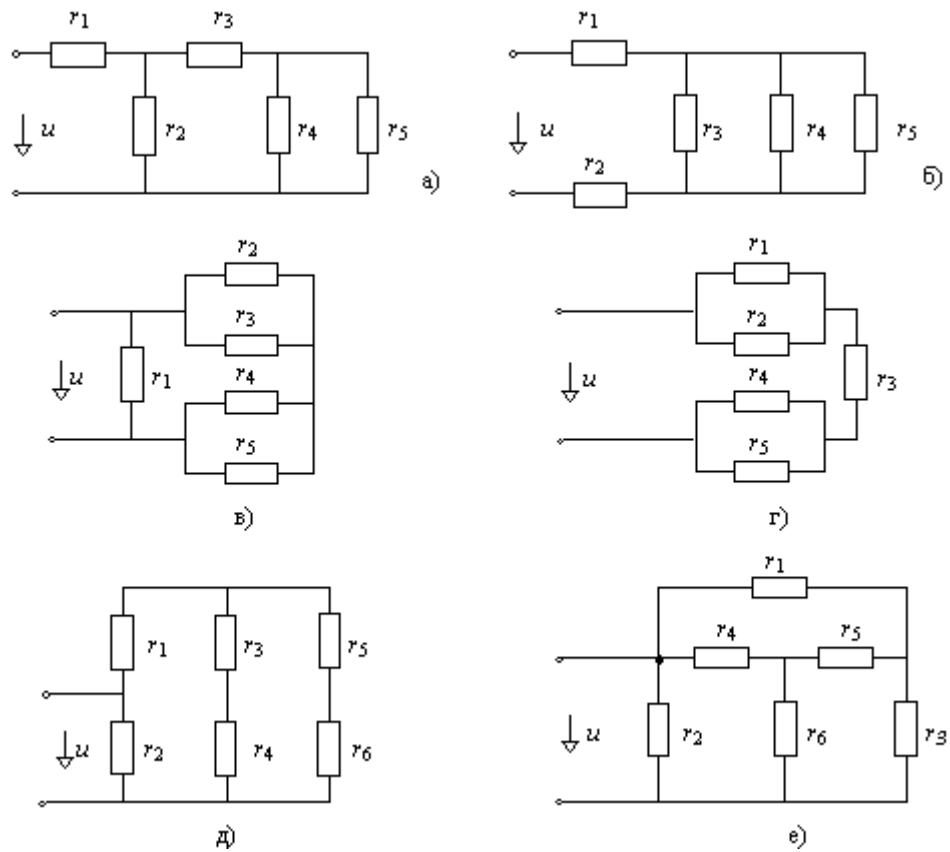
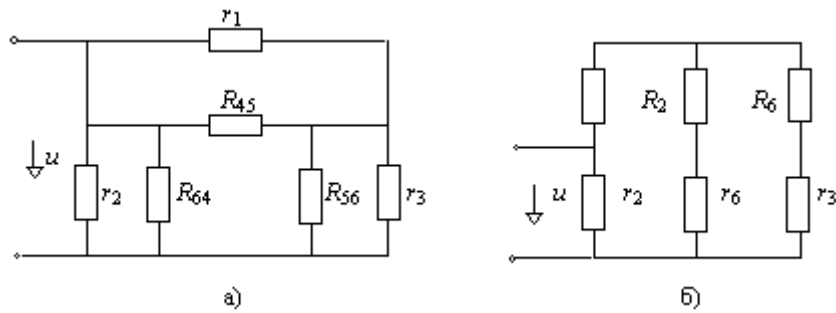

Рис. 1.5
Рис. 1.7
1.2. Определить входные сопротивления для схем рис. 1.5.
Анализ этих схем показывает, что на рис. 1.5,а-д можно выделить последовательно и параллельно соединенные элементы, но в схеме рис. 1.5,е их нет. Чтобы получить такие группы элементов и на этой схеме, необходимо найти соединение "звездой" или "треугольником" и эквивалентно преобразовать одного в другое.
Варианты упрощения схемы на рис. 1.5,е могут быть следующими.
Так преобразуя "звезду"  $r_4, r_5, r_6$  в "треугольник", получаем схему рис. 1.7,а, где можно выделить параллельно и последовательно соединенные элементы. Аналогично можно, к примеру, преобразовать "треугольник"  $r_1, r_4, r_5$  в "звезду" и также упростить схему (рис. 1.7,б). Возможны и другие преобразования.
1.3. Полагая все значения сопротивлений исходной цепи (рис. 1.5,е) равными 1[Ом], найти ее входное сопротивление, используя схемы на рис. 1.7.
1.4. Заменяя в схемах рис. 1.5 все резистивные элементы на индуктивные и, сохранив прежнюю нумерацию элементов, определить эквивалентную индуктивность каждой схемы.
1.5. Заменить в схемах рис. 1.5 все резистивные элементы на емкостные с прежней нумерацией. Определить эквивалентную емкость цепи для каждой схемы.